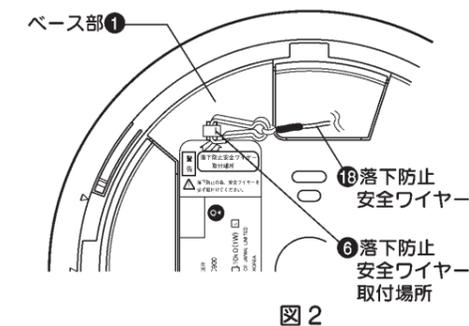

図2
4. 入力線を端子台⑮に接続します。（裏面の接続方法の項を参照してください。）
5. 配線後入力線がたるむとたれ下らないよう、入力線のたるみをベース部①に押し当ててください。この時、基板部⑫及びトランス⑨の上に入力線がかからないようにしてください。
6. フロントパネル部②の落下防止安全ワイヤー⑯をベース部①の落下防止安全ワイヤー取付場所⑥にしっかりと引っかけます。（図2参照）